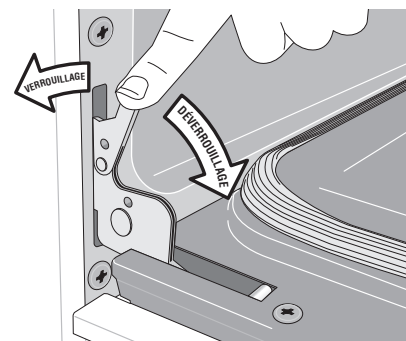

Fig. 2
2. Tirez les verrous des charnières de gauche et de droite du cadre de la cuisinière vers la porte du four (fig. 2). Vous pourriez avoir besoin d'un petit tournevis à tête plate.
4. Poussez les verrous des charnières de droite et de gauche vers le haut et dans le cadre du four (fig. 2) jusqu'à ce qu'ils soient en position verrouillée.